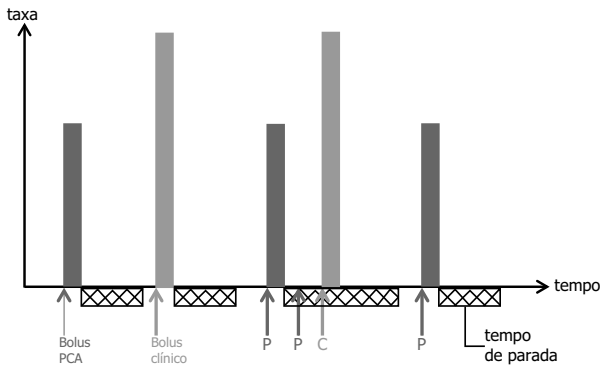

Figura 4.1: Modo de infusão Bolus PCA
- Bolus PCA, consulte a Figura 4.1, página 25